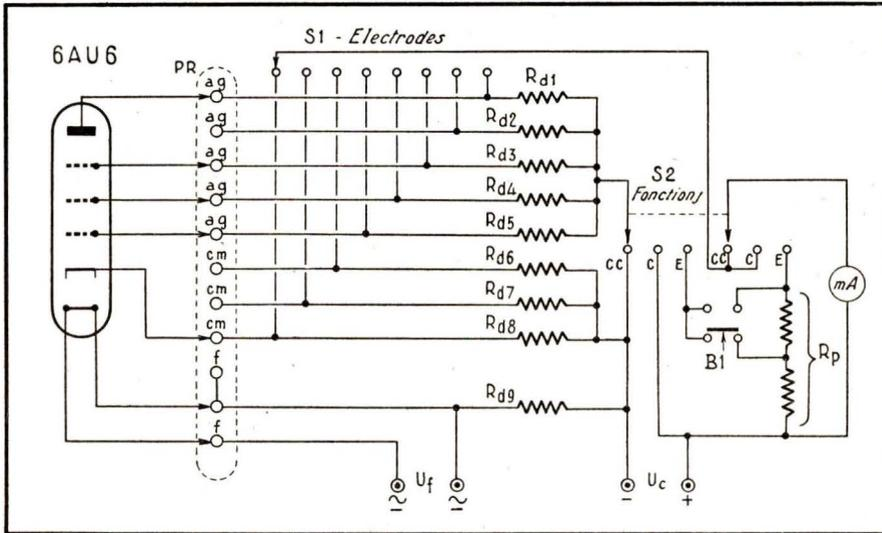

Fig. 9. — Schéma de principe d'un lampemètre basé sur les schémas des figures 4 a et 6.
Le lampemètre de la figure 9 constitue une combinaison des schémas de principe des figures 4 a et 6. Ce lampemètre est muni de deux contacteurs : l'un (S1), à 8 positions, pour la commutation des électrodes ; l'autre (S2), à 2 circuits - 3 positions, pour le choix de la fonction (CC = court-circuit ; C = coupure ; E = émission). Une plaquette-relais (PR) à 11 cosses sert pour le branchement des différents supports équipant le lampemètre. L'existence de trois cosses marquées *cm* (cathode-masse) permet de brancher des lampes multiples comportant deux cathodes séparées et une sortie correspondant à un blindage intérieur ou extérieur. Les 3 cosses marquées *f* (filament) permettent, de même, le branchement de lampes à 3 sorties de filament.
circuit de cathode (R_{as} sur le schéma de la figure 9). La valeur des résistances R_{d1} à R_{d9} est relativement élevée, de sorte que leur présence en parallèle sur l'appareil de mesure n'affecte pratiquement pas la sensibilité de ce dernier, dont la déviation montre que l'électrode essayée « débite ». Il est évident que s'il existe une coupure dans le circuit de cette électrode, aucune déviation ne peut avoir lieu.
L'inconvénient du schéma de la figure 9 est qu'il ne permet pas de vérifier séparément l'émission des différents éléments de lampes multiples. Dans ces conditions le mode de branchement existant entre la lampe à essayer et les circuits de l'appareil de mesure doit permettre de déconnecter certaines électrodes.
extérieur, et cinq inverseurs (S1 à S5) dans les circuits d'anodes et de grilles. Les fonctions sont choisies à l'aide d'un contacteur à 2 circuits-3 positions (S6), dont les trois repères, « CC », « C » et « E » ont la même signification que dans le cas de la figure 9.